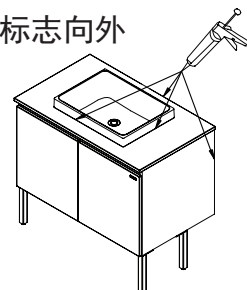

图11
- 3)如图11所示, 柜体与墙壁处、洗脸盆与台面处、台面与墙壁处涂硅胶, 确保均匀、无缝隙, 以免渗漏损坏柜体。